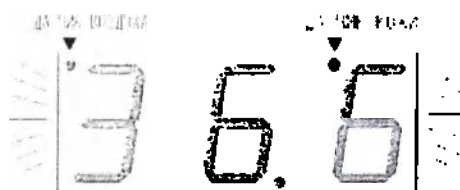

Рисунок 7
1.4.8 Инкубатор с регулированием по температуре кожи ребенка при неисправности датчика кожи или при его отсутствии автоматически переходит в режим работы с регулированием по температуре воздуха с температурой регулирования плюс 36 °C. При этом светится индикатор датчика кожи красным цветом и звучит непрерывный звуковой сигнал, который можно временно отключить на 15 минут. Датчик воздуха светится зеленым цветом. На индикаторе регулируемой температуры отображается зеленым цветом с частотой мерцания 1 Гц температура воздуха (рисунок 7). После устранения неисправности инкубатор продолжает работу в режиме регулирования по датчику воздуха.